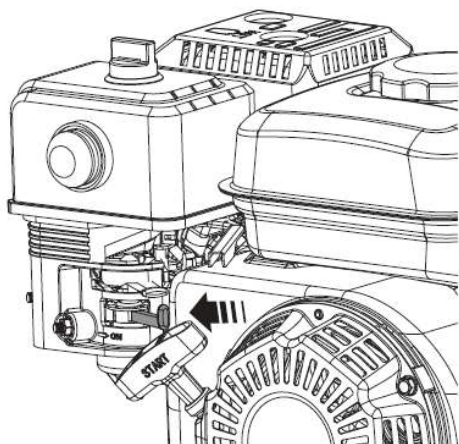

Рис. 22
3. Откройте топливный кран. Для этого переведите кран подачи топлива в крайнее правое положение «Открыто» (рис.22).